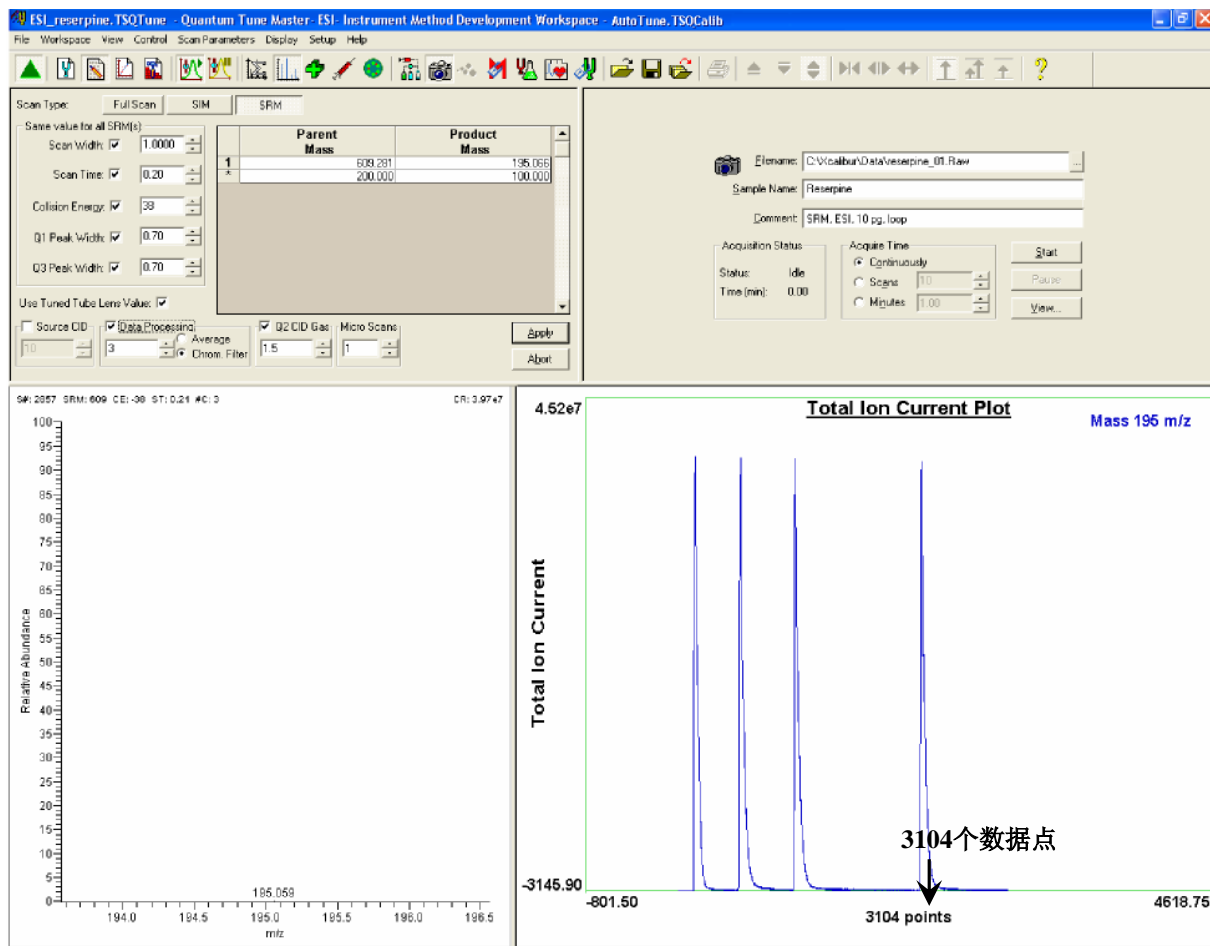

图5-9. 仪器方法建立工作区域，图中显示的是在SRM扫描模式下采集数据
15. 在Acquire Data（数据采集）对话框中点击**Stop（停止）**按钮，中止数据采集，见图5-9。